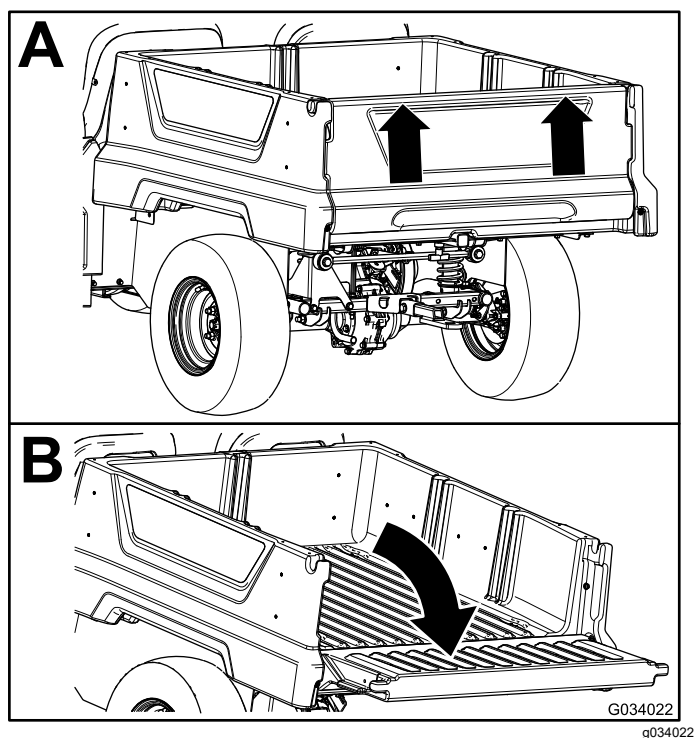

図 17
2. 両手でテールゲート上部の峰の部分をつかんでテールゲートを持ち上げる図 17。
3. 荷台と面一になるまで、テールゲートを下げる図 17。